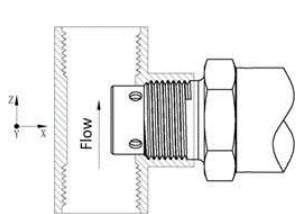

图 2. 安装方式(1)
- 水在管道中自下而上流动，使电极端充满水，防止气泡和空气聚集，同时确保准确测量，图 2。